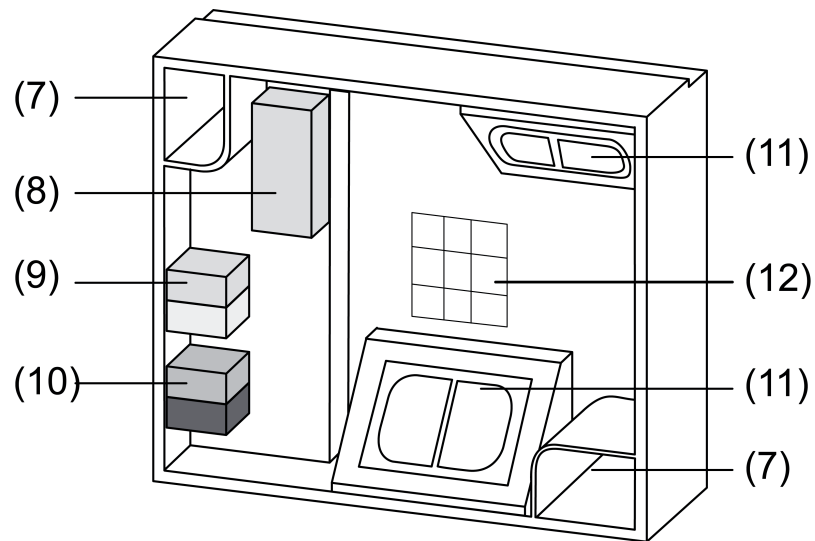

Bild 5: Klemmenkasten geöffnet
- Physikalische Adresse auf Aufklebern im Klemmenkasten (12) und im Deckel des Klemmenkastens notieren (Bild 5).